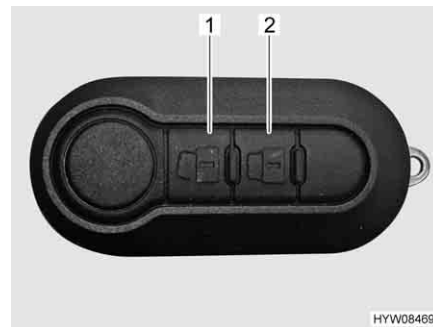

Fig. 41 Telecomando chiusura centralizzata
- Premere una volta brevemente il tasto  (Fig. 41,1). Le serrature sono sbloccate.
- Premere una volta brevemente il tasto  (Fig. 41,2). Le serrature sono bloccate.